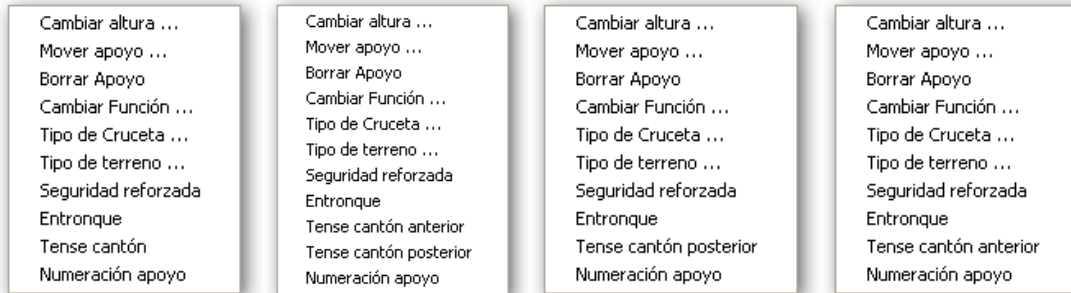

Figura 5.80. Utilización del botón derecho sobre un apoyo
- **Botón derecho sobre un apoyo,** nos muestra una ventana con las opciones del menú *apoyo* (Figura 5.80), de manera que podemos actuar
directamente sobre el apoyo si pulsamos al botón derecho del ratón. Hay que destacar que si desplegamos este menú sobre un apoyo de alineación podemos cambiar el tense del cantón (Figura 5.80 primera a la izquierda) y si lo hacemos en un apoyo de amarre o anclaje podemos variar el tense del cantón anterior y posterior (Figura 5.80 segunda de la izquierda). También cambia si es el primer (Figura 5.80 tercera de la izquierda) o último apoyo de la línea (Figura 5.80 a la derecha).